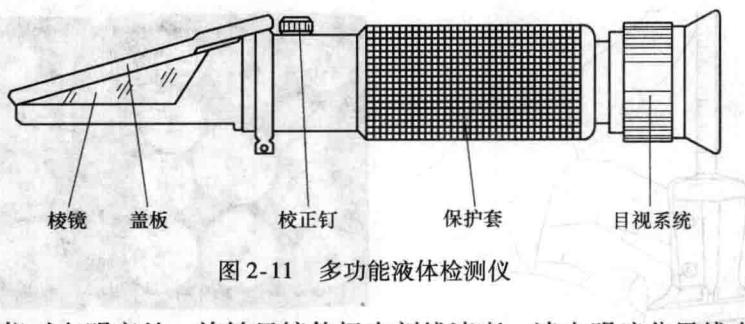

图 2-11 多功能液体检测仪
(4) 多功能液体检测仪 如图 2-11 所示, 该检测仪为防冻液冰点、玻璃洗涤液冰点、电解液密度三合一综合测试类型。